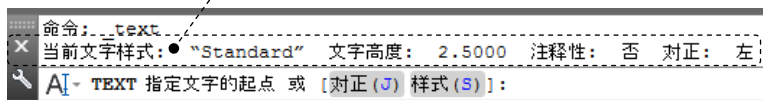
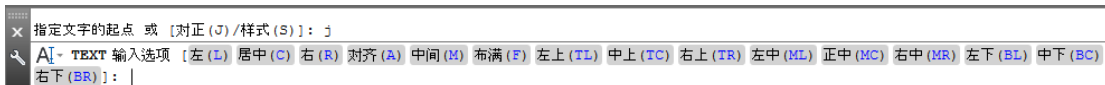

图 7.1.8 命令行提示 (一)
图 7.1.9 命令行提示 (二)
Step2. 指定文字的起点。此时命令行的提示如图 7.1.8 所示，可在绘图区的任意一点 A 处单击，这样点 A 便是文字的起点。
在图 7.1.8 所示的命令行提示下, 如果选择 **对正(J)**, 则系统的提示信息如图 7.1.9 所示, 选择其中一种选项, 即可设置相应的对正方式。下面分别介绍各选项。